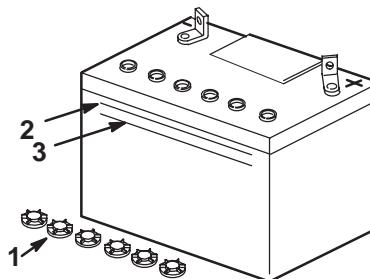

Figure 60
Le niveau de l'électrolyte doit atteindre le trait supérieur (Fig. 60). Ne laissez pas l'électrolyte descendre en dessous du trait inférieur (Fig. 60).
3. Enlevez les bouchons d'aération de la batterie (Fig. 60).
4. Versez de l'eau distillée avec précaution dans chaque élément jusqu'au repère supérieur (Fig. 60) sur le côté de la batterie.
5. Attendez cinq à dix minutes après avoir rempli les éléments. Ajoutez de l'eau distillée au besoin, pour amener le niveau au repère supérieur (Fig. 60) sur le côté de la batterie.